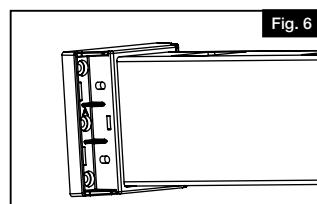

Fig. 6
- Coloque los soportes en los dos extremos del travesaño inferior (Fig. 6).